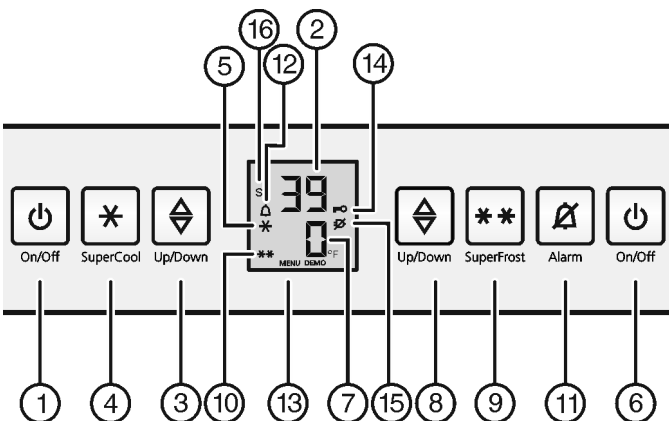

Fig. 3
- Appuyer sur la touche On/Off du compartiment congélateur *Fig. 3 (6)*.
- Appuyer sur la touche On/Off du compartiment réfrigérateur *Fig. 3 (1)*.
- Activer le mode de réglage : appuyer sur la touche SuperFrost *Fig. 3 (9)* pendant env. 5 s.
- ▷ Le symbole Menu *Fig. 3 (13)* luit.
- Sélectionner ° à l'aide de la touche de réglage du compartiment congélateur *Fig. 3 (8)*.
- Confirmer : enfoncer brièvement la touche SuperFrost *Fig. 3 (9)*.
- Sélectionner °F ou °C à l'aide de la touche de réglage compartiment congélateur *Fig. 3 (8)*.
- Quitter le mode de réglage : Appuyer sur la touche On/Off du congélateur *Fig. 3 (6)*.
- Activer le mode de réglage : appuyer sur la touche SuperFrost *Fig. 3 (9)* pendant env. 5 secondes.
- ▷ Le symbole Menu *Fig. 3 (13)* apparaît dans l'affichage.
- ▶ Sélectionner c à l'aide de la touche de réglage du compartiment congélateur *Fig. 3 (8)*.
- ▶ Confirmez en appuyant brièvement sur la touche SuperFrost *Fig. 3 (9)*.
- ▷ Le symbole Sécurité enfants *Fig. 3 (14)* s'allume dans l'affichage.
- ▶ Appuyer brièvement sur la touche On/Off du compartiment congélateur *Fig. 3 (6)*.
- ▶ Activer le mode de réglage : appuyer sur la touche SuperFrost *Fig. 3 (9)* pendant env. 5 secondes.
- ▷ Le symbole Sécurité enfants *Fig. 3 (14)* s'éteint.
- ▶ Appuyer sur la touche Alarme *Fig. 3 (11)*.
L'affichage de la température clignote en même temps que le symbole Alarme *Fig. 3 (12)*.